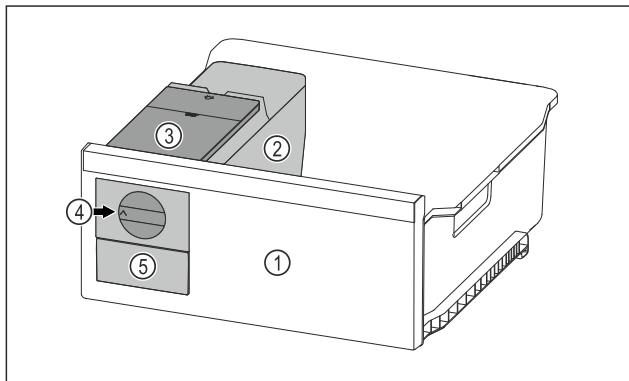

Fig. 95 Voorbeeld
- ▶ Draaiknop *Fig. 95 (4)* rechtsom tot aan de aanslag draaien.
- ▷ Ijsblokjes vallen uit de ijsblokjeschaal in de ijsblokjeslade *Fig. 95 (5)*.